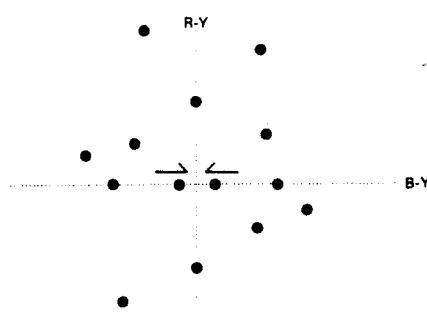

Abb. 7. Vektorogramm des Testbildes
- (1) Stellen sie ein Testbild mit Gitter muster ein.
- (2) AFT einschalten und sicherstellen, daß die AFT arbeitet.
- (3) "Normal" Taste drücken.
- (4) Ein Oszilloskop in den X-Y Betrieb bringen und TP46B mit dem horizontalen Eingang(X), und TP46R mit dem vertikalen Eingang(Y) verbinden.
- (5) L603, TRANS DL Ausgang so einstellen, daß die außenliegenden Doppelpunkte übereinander geschrieben werden.
- (6) VR601, LEVEL-ADJ so einstellen, daß die Punkte auf der X-Achse zusammenlaufen. (siehe Abb. 7).